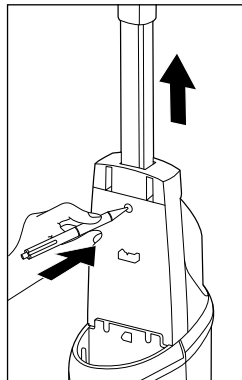

Abb. 2
- ▶ Wenn Sie das Handteil **1** vom Gerät abmontieren möchten, müssen Sie zuerst den Frischwasserbehälter **11** entfernen (siehe Kapitel **Frishwasserbehälter auffüllen**). Wenn Sie den Frischwasserbehälter **11** entfernt haben, drücken Sie die Einrastung des Handteils **1** mit einem spitzen Gegenstand aus der Einrastöffnung. Anschließend können Sie das Handteil **1** wieder aus dem Gerät ziehen (siehe Abb. 2).